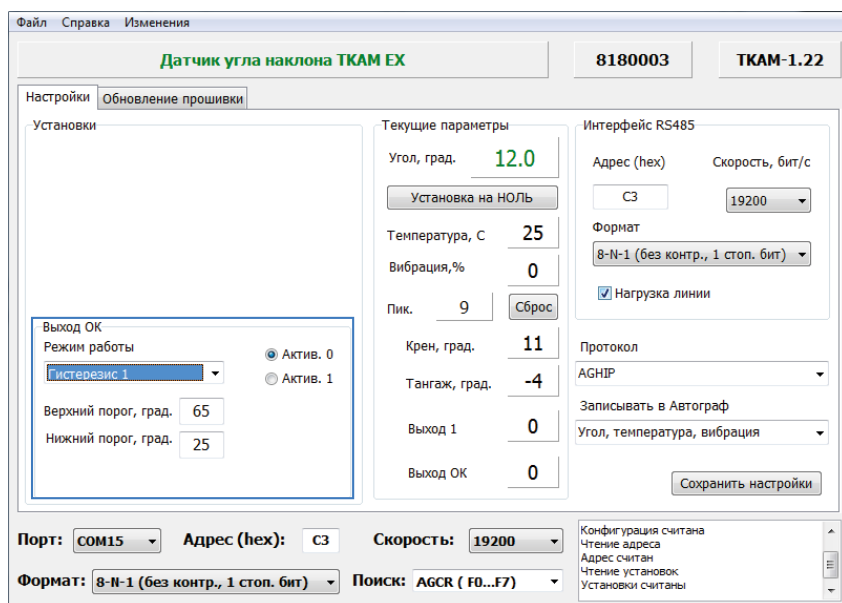

Рис.12. Настройка режимов «Гистерезис 1» и «Гистерезис 2».
**Для режимов «Гистерезис 1» и «Гистерезис 2» настройте следующие параметры (Рис.12):**